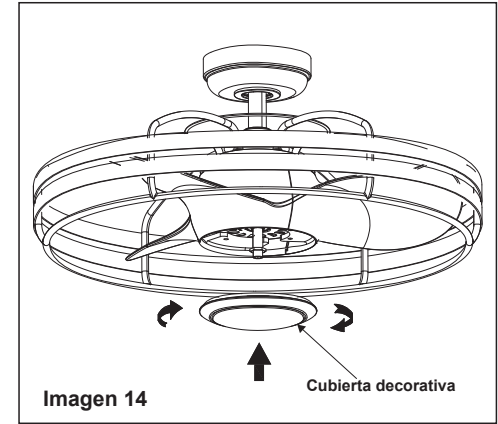

Imagen 14
**Paso 4.** Fije la cubierta decorativa al conjunto del motor del ventilador girando en el sentido de las agujas del reloj. No apriete demasiado. (Imagen 14)